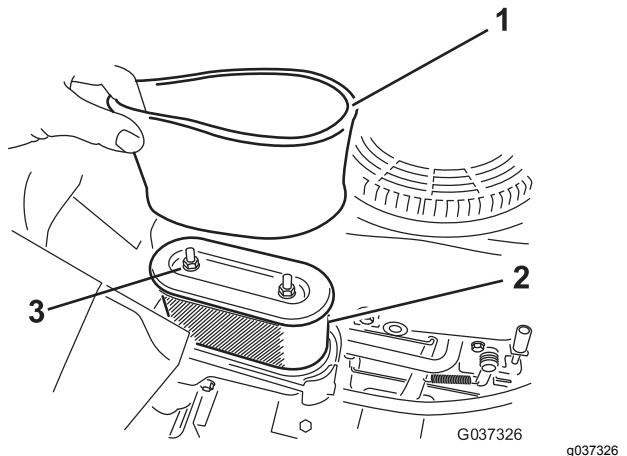

Figura 17
4. Retire las 2 tuercas que sujetan el conjunto del filtro a la carcasa (Figura 17).
- Instale el filtro de espuma sobre el filtro de papel (Figura 17).
- Sujete el conjunto del filtro a la carcasa usando las 2 tuercas (Figura 17).